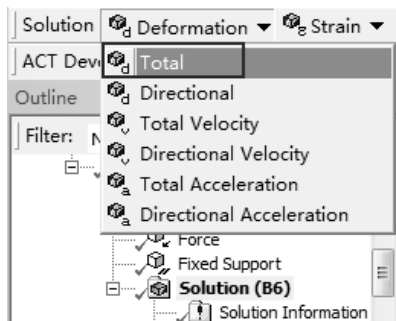

图 11-29 添加变形选项
Step2：选择 Solution 工具栏中的 Deformation（变形） Total 命令，如图 11-29 所示，此时在分析树中会出现 Total Deformation（总变形）选项。